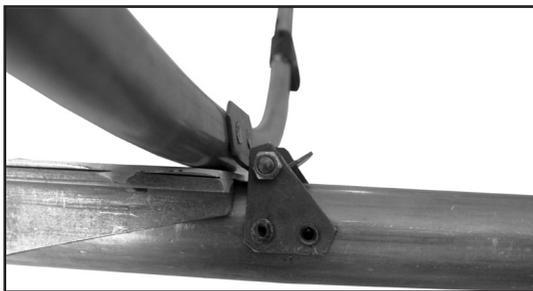

Рис. 9. Установка шпангоута М
19. Продеть через кницы стрингеров шпангоутов №1 и №2 (G Рис 4) короткие стрингера (16) **незауженной** частью с сторону носа (Рис.9). Аналогично проденьте короткие стрингера через кницы шпангоутов №3 и №4 **незауженной** частью с сторону кормы. Соедините их со стрингерами закрепленными на штевнях.